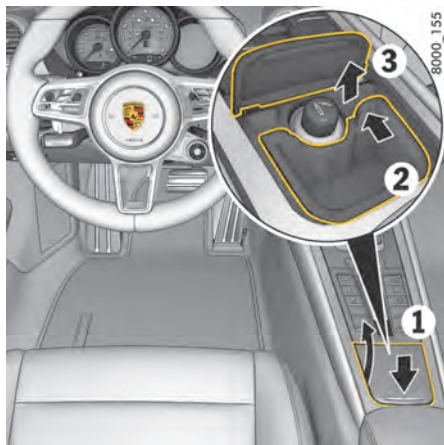

Fig 135 : Ouverture et vidage du cendrier
1. Appuyez brièvement sur le couvercle du cendrier (Fig. 135, 1).
2. Poussez vers l'avant l'insert du cendrier en haut à droite pour le déverrouiller jusqu'à ce qu'il se désengage de manière perceptible (Fig. 135, 2 et 3).